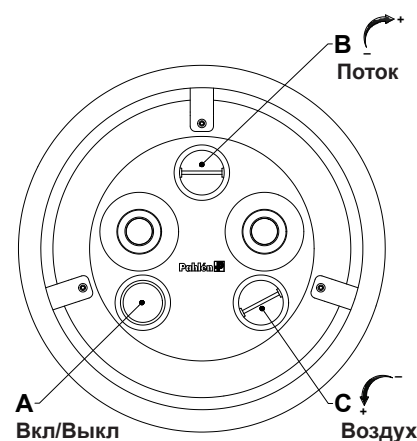

Рис.1.
9. Мощность потока может регулироваться при помощи ручки (В рис. 1), расположенной над соплами. Струю со смешиванием воздуха можно получить, вращая ручку (С рис.1), расположенную под соплами.
8. Проверьте, что направление вращения электродвигателя совпадает с направлением вращения указанным на корпусе насоса. Откройте вентили. Полностью заполните насос водой перед запуском при помощи стартовой кнопки (А рис.1) на панели из нержавеющей стали.
9. Мощность потока может регулироваться при помощи ручки (В рис.1), расположенной над соплами. Струю со смешиванием воздуха можно получить, вращая ручку (С рис.1), расположенную под соплами.
Проверить перед запуском, открыты ли все впускные и выпускные вентили. Jet Swim-насос запускается и останавливается при помощи воздушного импульса с использованием стартовой кнопки (А), панель из нерж.стали, см. рис. 1. Мощность потока может регулироваться при помощи ручки (В), см. рис. 1. Струю со смешиванием воздуха можно получить, вращая ручку (С), расположенную под соплами, см. рис. 1.